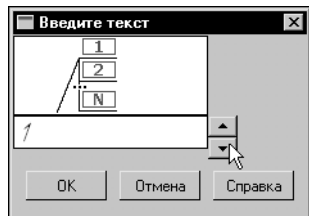

Рис. 22.31. Диалог ввода текста
2. В появившемся на экране диалоге **Введите текст** можно ввести номер непосредственно в поле ввода или с использованием счетчика (рис. 22.31).